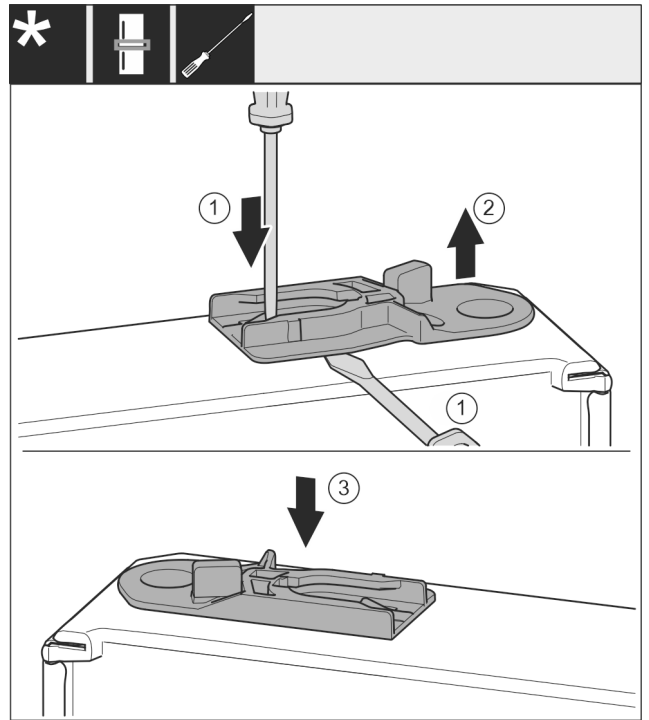

Fig. 29\*
- ▶ Витягніть направляюче гніздо: Натисніть шліцевою викруткою накладку і одночасно підведіть її під направляюче гніздо.\* Fig. 29 (1, 2)
- ▶ Направляюче гніздо, що входить до складу поставки, вставити з іншого боку корпусу.\* Fig. 29 (3)